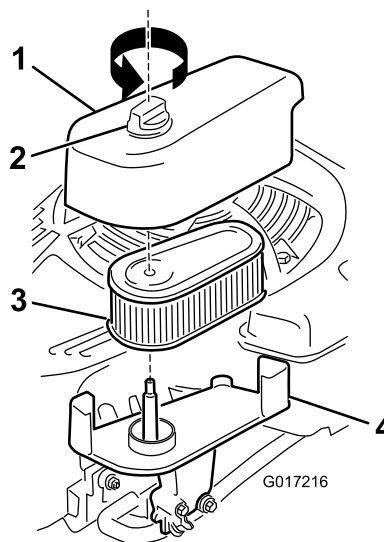

Рисунок 29
1. Ослабьте фиксатор и снимите крышку воздушного фильтра (Рисунок 29).